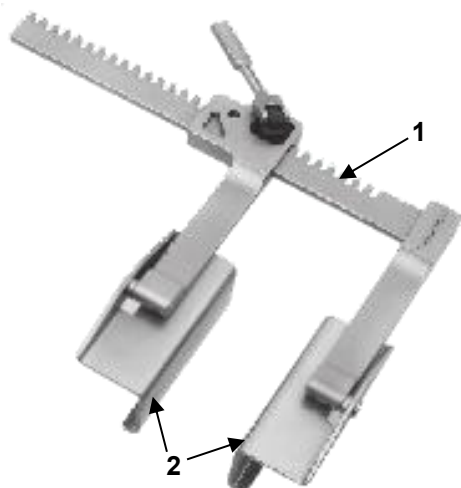

Fig. 2: Esempio di sternotomia totale
Le Figure 2 – 4 mostrano diversi esempi di configurazione di un sistema di retrazione con il telaio MARJAN MGH (1); la Tabella 1 elenca le relative valve utilizzate (2-5).